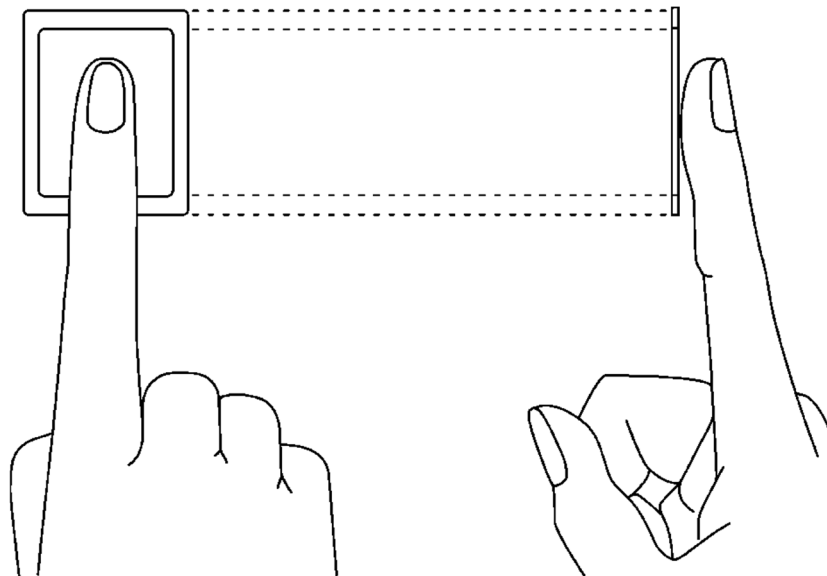

Fig. 5 Positionnement correct du doigt sur le scanner optique
- La figure 5 montre comment placer correctement les doigts pour la lecture des empreintes digitales. Pour les enfants (petites empreintes digitales), il est recommandé de vérifier la lecture des empreintes digitales avant l'installation de FPAC-MAX D'EMPREINTES DIGITALES.